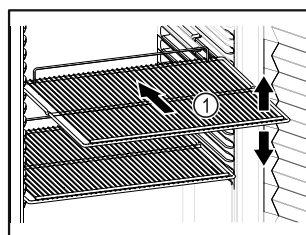

Fig. 59 Immagine a titolo di esempio
- ☐ Se è possibile spostare i ripiani Fig. 59 (1), regolarli in altezza.